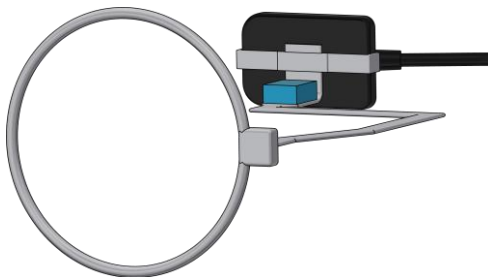

Fig. 67
c. O usuário deve atentar para a escolha do posicionador, pois existem tipos diferentes, sendo eles indicados para filme, placa de fósforo ou sensor digital. Na Fig. 67, é possível visualizar um exemplo de posicionador para sensor digital.